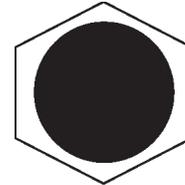

**Figura 56. Interruptor de control MPEC Apagado/ Restablecer (Off/Reset)**
4. Coloque el **interruptor de control MPEC** (Figura 56) en la posición **APAGADO/RESTABLECER (OFF/RESET)**.